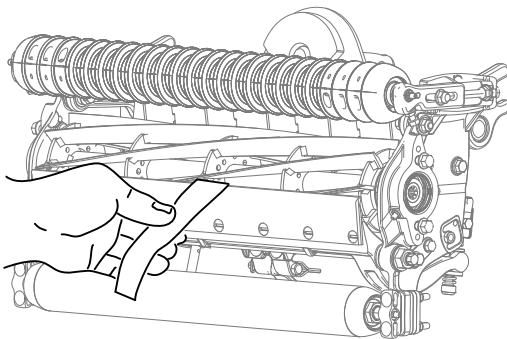

Figure 7
2. Contrôlez la performance de coupe en insérant une longue bande de papier de performance de coupe (réf. 125-5610) entre le cylindre et la contre-lame, perpendiculairement à la contre-lame (Figure 7). Faites tourner lentement le cylindre en avant ; il devrait couper le papier.